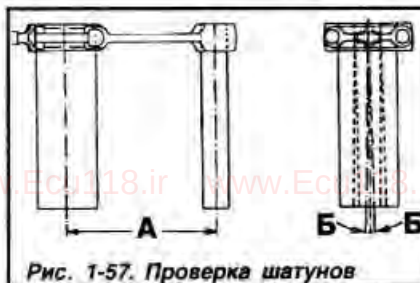

Рис. 1-57. Проверка шатунов
- Измерить непараллельность осей отверстий головок шатуна на длине 100 мм, расстояние «А» (рис. 1-57) между которыми должно быть в пределах $150 \pm 0,04$